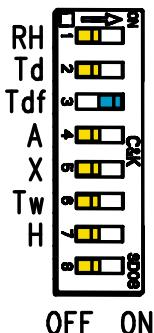

図 70 HMD62 の DIP スイッチの例: T_{df} 出力を選択中
HMD62 の RH チャネルに出力される湿度パラメーターを、基板の DIP スイッチで変更できます。変換器で出力するパラメーターを選択するには、そのパラメーターの DIP スイッチを右 (ON) にスライドさせます。図 70 (ページ 91) の例において、変換器で選択されている出力パラメーターは露点/霜点温度 (T_{df}) です。その他の DIP スイッチは OFF の位置 (左) のままにします。